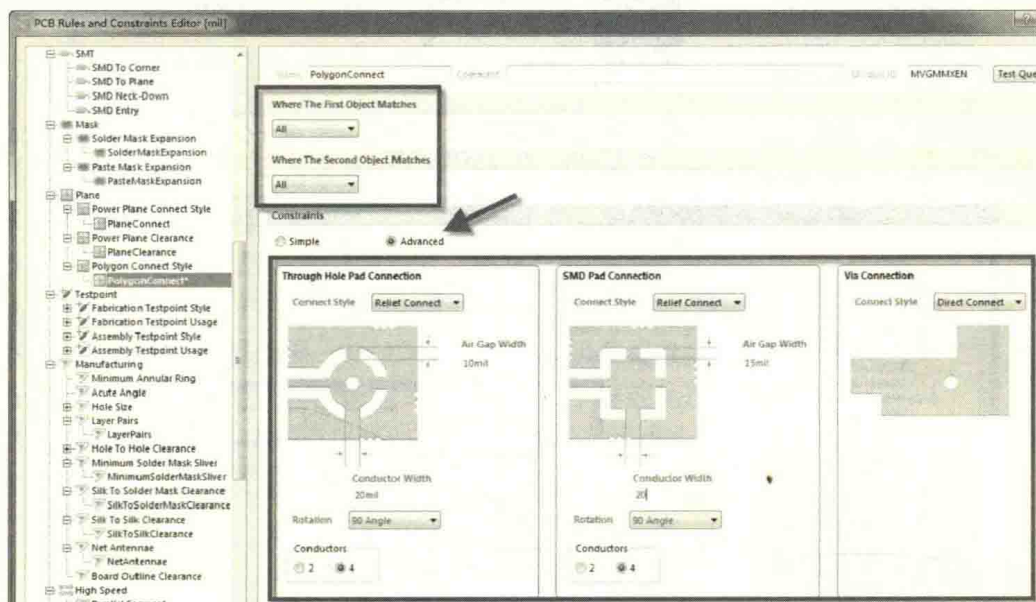

图 12-55 正片敷铜连接规则设置
(6) 正片敷铜连接规则设置：因为 2 层板只有正片层，所以只需要设置正片敷铜连接规则，按照焊盘采取花焊盘连接、过孔采取十字连接的方式进行设置，如图 12-55 所示。